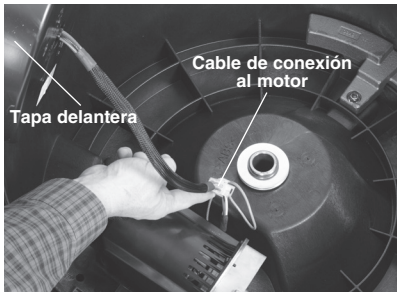

Figura 1 – Caja de la limpiadora, destapada
- Con una llave hexagonal de 4 mm, afloje los sujetadores de la tapa delantera (quedan conectados a la tapa y el marco). Levante la tapa y desenchufe el cable de conexión al motor (*Figura 1*). Introduzca el cable a través del casquillo para ir metiéndolo en la máquina. Extraiga la tapa delantera.